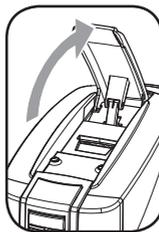

Abb. 1
- 2- Den Hebel für die Öffnung des Kapselfachs nach oben führen (Abb.1).